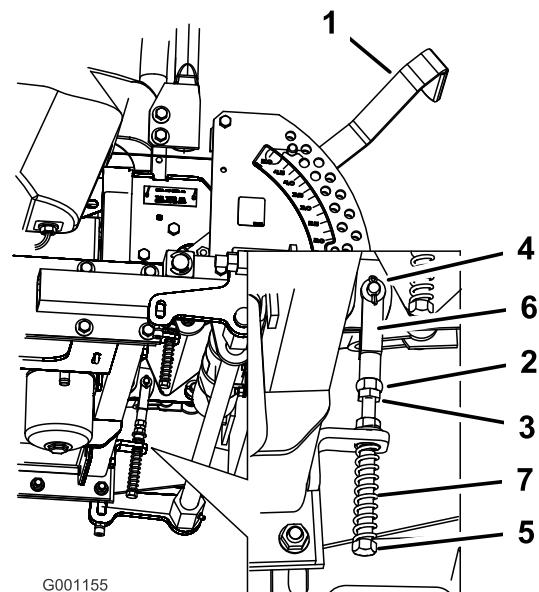

Figure 64
8. Si un réglage s'impose, desserrez lécrou et lécrou de blocage vissés contre la chape (Figure 64).
9. Appliquez une légère pression à l'arrière du levier, et tournez la tête du boulon de réglage dans le sens voulu pour centrer le levier à la position de verrouillage du point mort (Figure 64).
10. Serrez lécrou et lécrou de blocage (Figure 64).